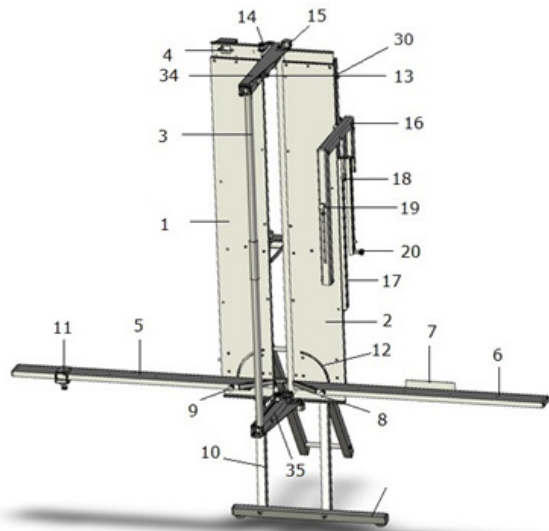

Abb. 1
- Heben Sie das Gerät nicht am Schneidebügel (3, Abb. 1) an!